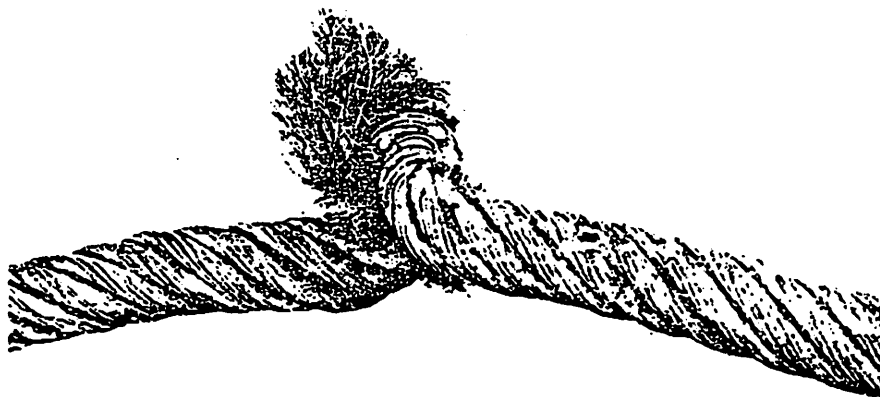

Bild 8. Drahtseil mit Klanke
**Klanken** (siehe Bild 8) sind Verformungen des Drahtseiles, die dadurch entstehen, daß eine ösenförmige Seilschlinge geradegezogen wird, ohne daß das Drahtseil die Verformung durch Drehen in seiner Achse ausgleichen kann.